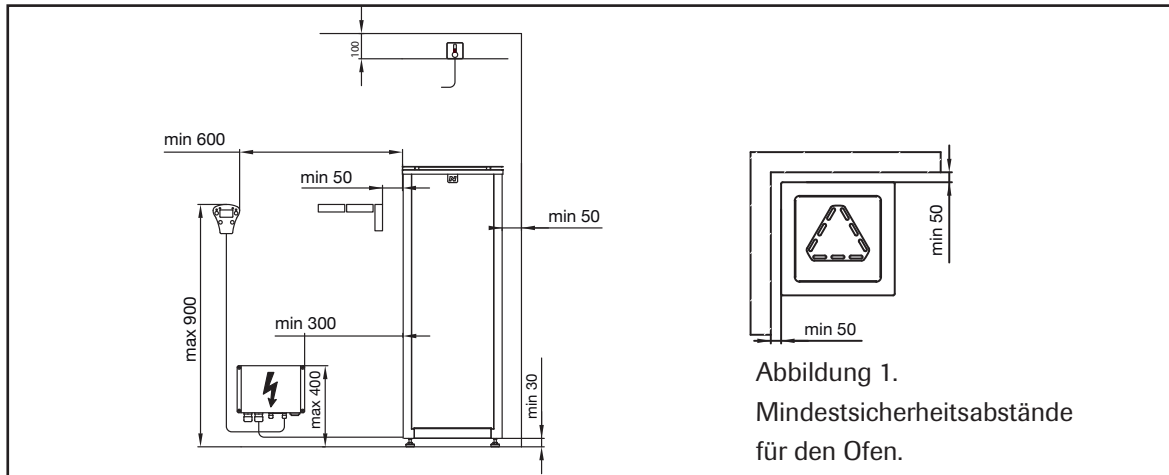

Abbildung 1.
**) Siehe Abbildung 1
- Installieren die Steuergerät, wie in Abbildung 1 und 2 gezeigt.
- Montieren Sie den Fühler an der Wand oberhalb Ihres Elektro-Saunaofens, 100 mm unterhalb der Decke (s. Abb. 1).
- In der Sauna sind die maximale Anbringungshöhe der Steuereinheit 90 cm und der Mindestabstand zum Saunaofen 60 cm (siehe Abb. 1).